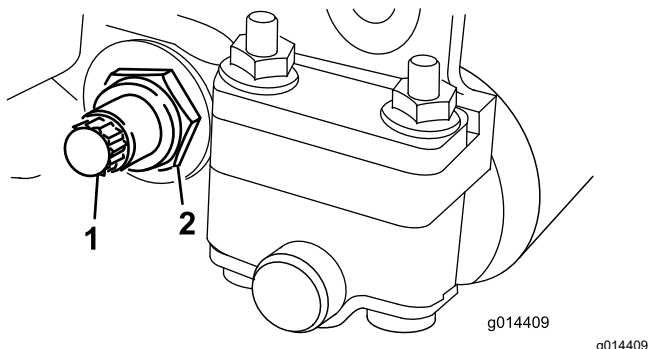

Figura 14
- Pe fiecare latură a mașinii, slăbiți contrapiulița care fixează șurubul barei de cadru (Figura 14).
- Îndepărtați fiecare șurub al barei de cadru, permițând tragerea în jos și îndepărtarea acestuia de pe unitatea de tăiere (Figura 14).